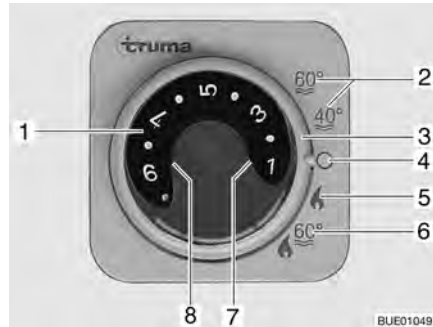

Bild 158 Kontrollenhet för värme/varmvattenberedare
- Respektive driftläge ställer man in med hjälp av vridströmställaren (Bild 158,3).
Värmesystemet väljer automatiskt rätt brännarsteg motsvarande den önskade rumstemperaturen. Då önskad rumstemperatur är uppnådd stängs brännaren av. Rumstemperaturen mäts av temperaturgivaren bredvid panelen. Vid driftläge "värme och varmvattenberedare" (Bild 158,6) värms även vattnet i varmvattenberedaren upp. Värmen kan vid driftsätt "värme utan varmvattenberedare" (Bild 158,5) köras med tom varmvattenberedare.
- Ställ temperaturvredet (Bild 158,1) på kontrollenheten på önskat temperatursteg.
- Ställ in vridströmställaren (Bild 158,3) på vinterdrift "värme utan varmvattenberedare" (Bild 158,5) eller på vinterdrift "värme och varmvattenberedare" (Bild 158,6).
Grön kontrollampa (Bild 158,7) lyser och visar samtidigt valt temperatursteg. Den gula kontrollampan (Bild 158,8) visar vattnets uppvärmningsfasen vid fylld varmvattenberedare.
Slå från: ■ Ställ vridströmställaren (Bild 158,3) i läge "O" (Bild 158,4).